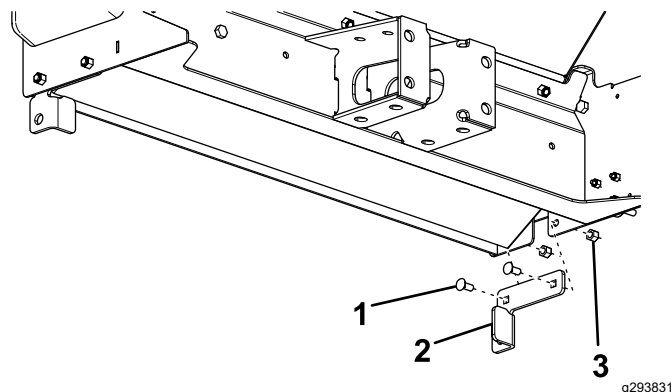

图 6
3. 用 4 个螺栓 5/16 英寸和锁紧螺母将车箱止动装置固定至撒布机机架的两侧图 6。